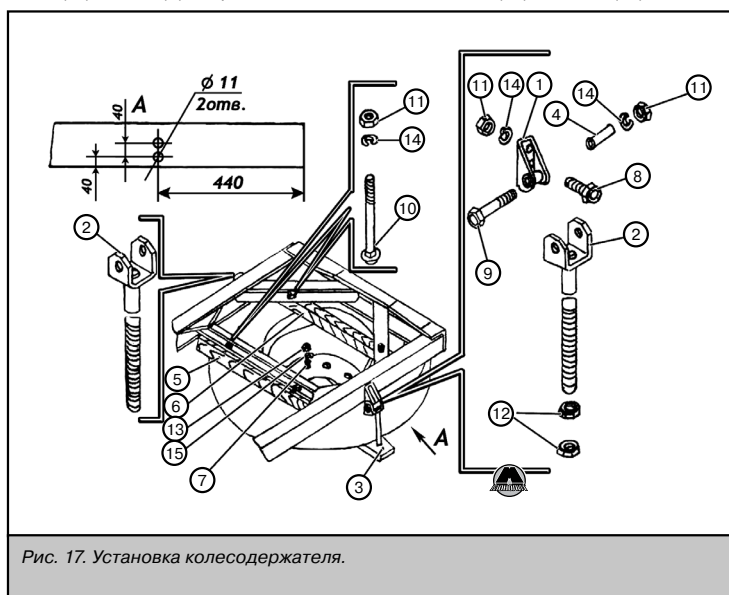

Рис. 17. Установка колесодержателя.
**15.** Монтаж держателя запасного колеса (рис. 17).